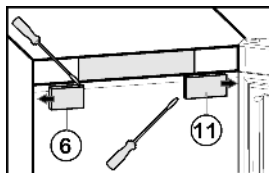

Fig. 5
- ▶ Снятие крышки со стороны ручки Fig. 5 (6): справа выведите из фиксатора при помощи плоской отвёртки и сдвиньте наружу.
- ▶ Снятие крышки со стороны шарнира Fig. 5 (11): слева выведите из фиксатора при помощи плоской отвёртки и сдвиньте наружу.
- ▶ Установите крышку Fig. 5 (6) снаружи со стороны шарнира с поворотом на 180° и защелкните ее.